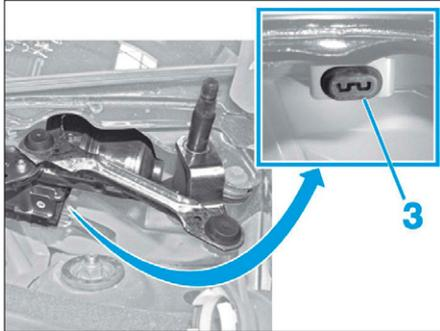

FIG. 70
- Positionner le mécanisme d'essuie-vitre sur le guidage (3) (Fig.70).